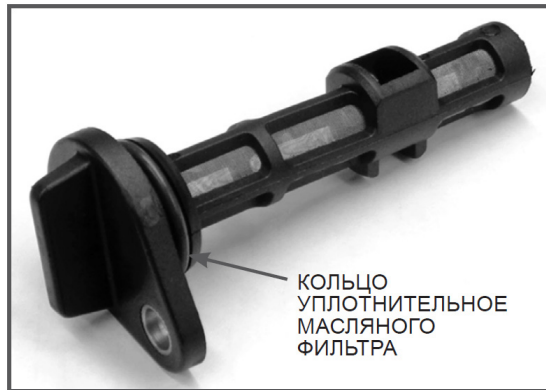

Рис. 9 Масляный фильтр
9. Внимательно осмотрите масляный фильтр (Рис. 9). Обязательно проверьте фильтрующую сетку фильтра на наличие механических повреждений (сетка порвана, имеются отверстия). При наличии повреждений и невозможности очистить сильные загрязнения фильтр необходимо заменить.
При каждой очистке масляного фильтра обязательно меняйте уплотнительное кольцо масляного фильтра (Рис. 9). При установке кольца на корпус фильтра не допускайте его повреждения. После установки уплотнительного кольца на корпус масляного фильтра контролируйте правильность установки кольца, оно не должно быть перекручено.